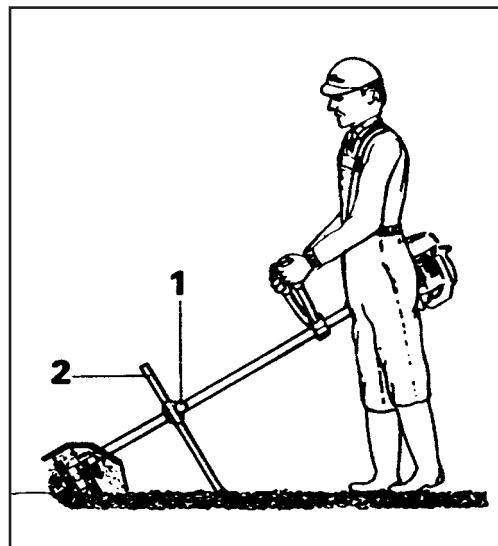

Fig. 4
ВНИМАНИЕ! - Указания по эксплуатации, регулировки и техобслуживанию двигателя см. в **руководстве по эксплуатации и техобслуживанию Вашей мотокосы**. Почвоуглубитель (2, Рис.4) необходим для регулировки подачи и глубины вспашки. Правильная установка почвоуглубителя обеспечивает полный контроль над машиной без приложения физических усилий
ЭКСПЛУАТАЦИЯ (Рис.4): подгонит рмнь к своему тлу (СМ. руководство по эксплуатации и техобслуживанию мотокосы). Отрегулируйте высоту установки почвоуглубителя (2) с помощью ручки (1). Двигайтесь вперед маленькими шагами и промажьте культиватор вперед-назад.
UWAGA! - Sposób użycia, regulacja oraz konserwacja są opisane w instrukcji obsługi i konserwacji kosy spalinowej. Nóż (2, Rys. 4) jest konieczny do sterowania posuwem kultywatora oraz kontrolowania głębokości pracy. Dobra regulacja noża pozwala na całkowitą kontrolę urządzenia bez wysiłku.
UŻYCIE (Rys. 4): Dopasować pasy nośne do ciała (patrz instrukcja obsługi i konserwacji kosy spalinowej). Wyregulować wysokość noża (2) przy pomocy pokrętła (1). Posuwać się do przodu drobnymi krokami i przesuwać kultywator do przodu i do tyłu.